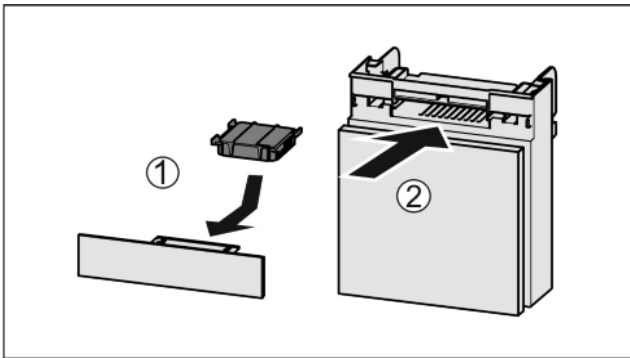

Fig. 50
- ▶ Aseta aktiivihiihilsuodatin kuvan mukaisesti paikoilleen Fig. 50 (1).
- ▶ Työnnä lokero kiinni Fig. 50 (2).